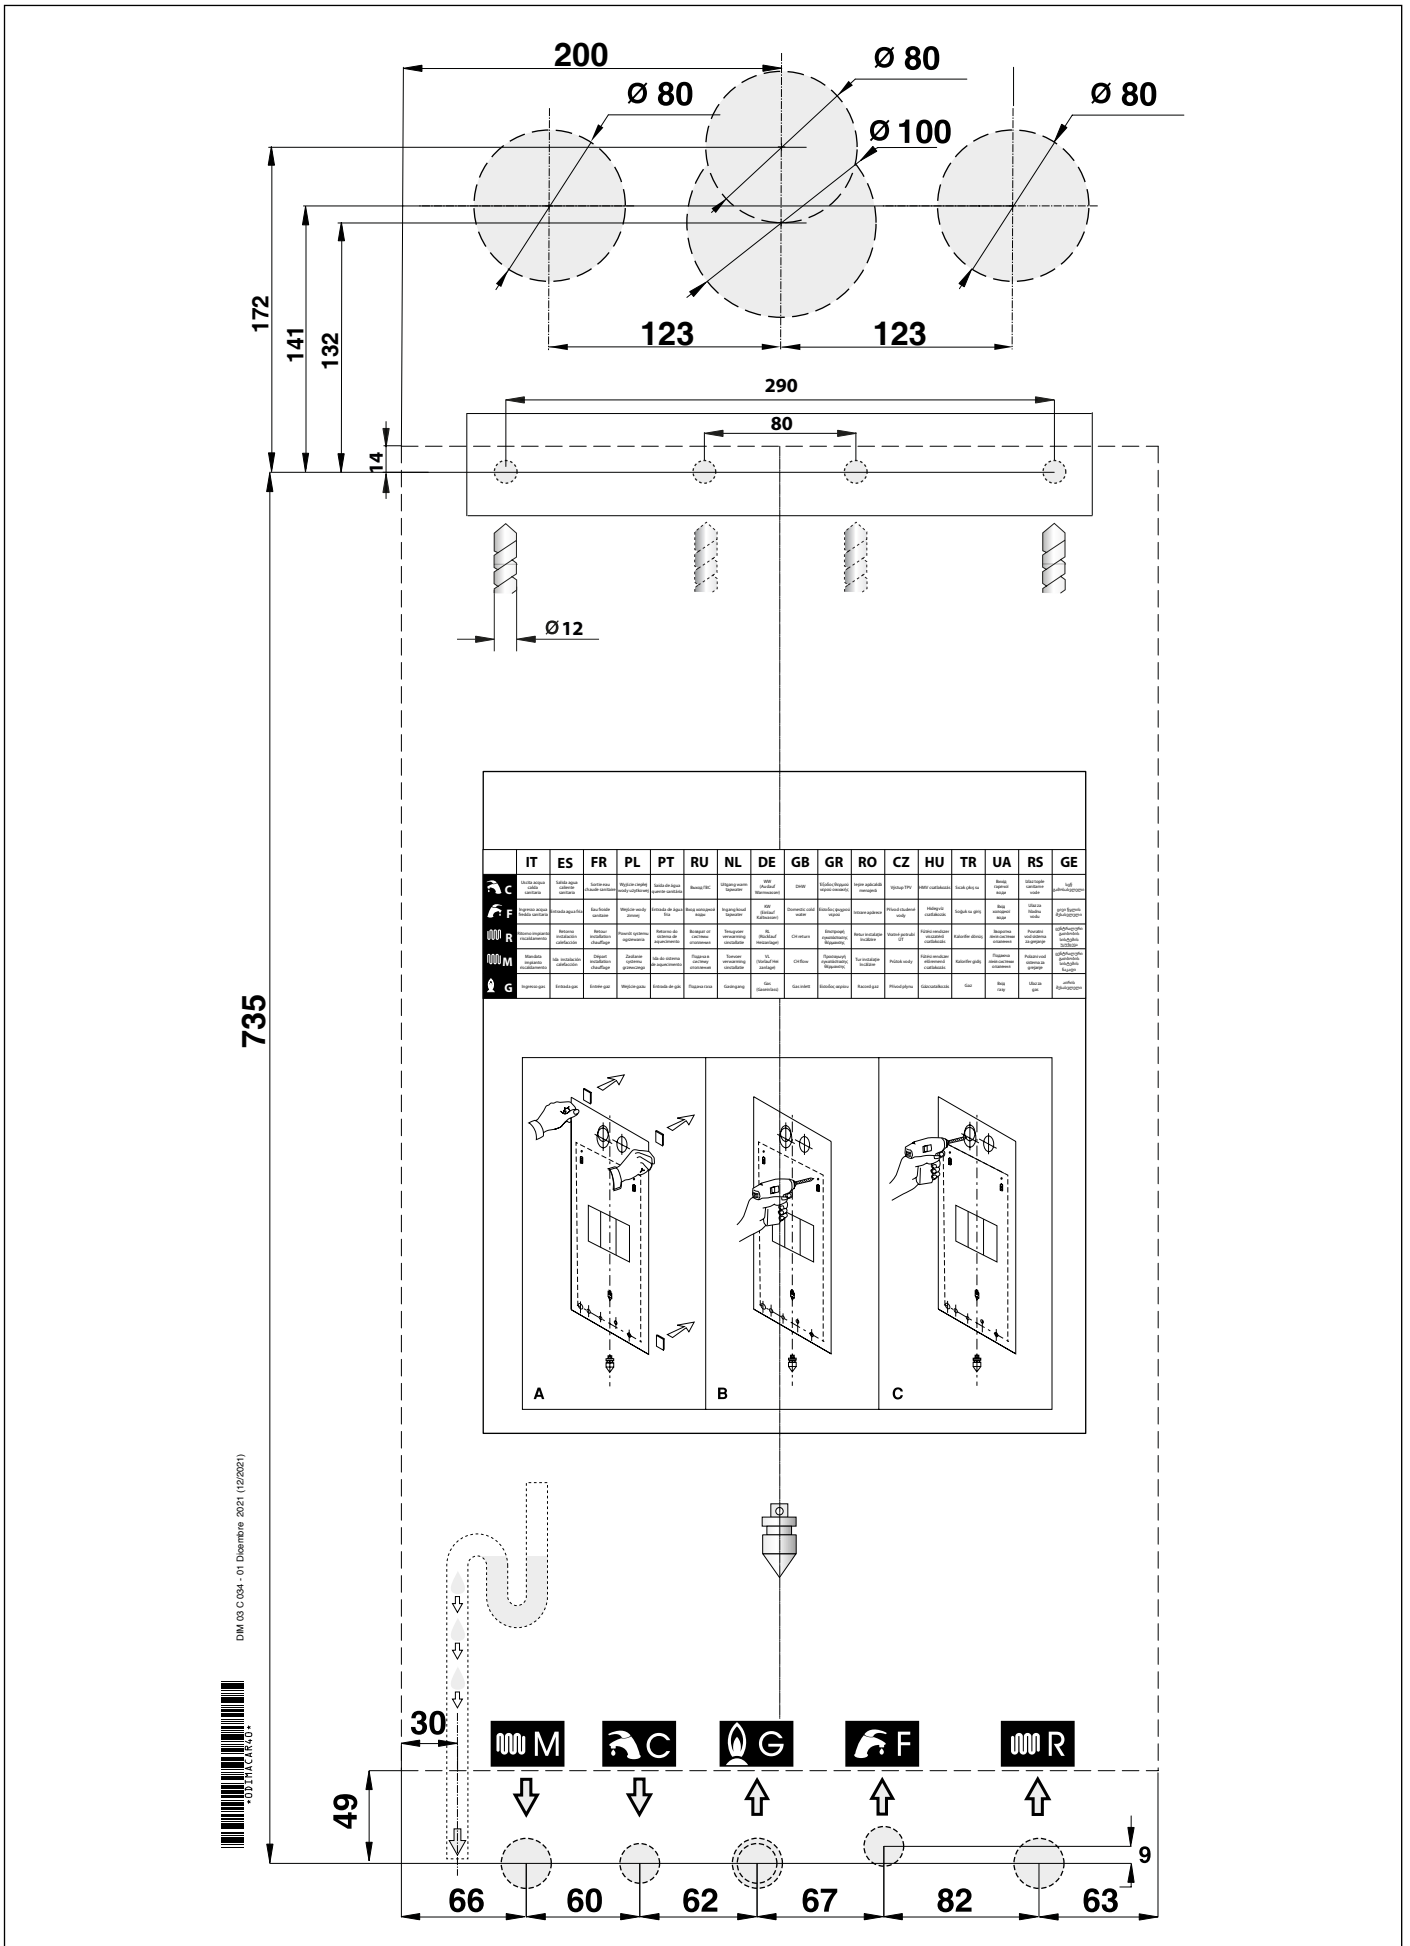

Fig. 5 Șablon de hârtie
- » Șablon de montare a centralei pe perete (vezi Fig. 5 Șablon de hârtie);
Fiecare echipament este însoțit de un șablon de hârtie inclus în ambalaj (vezi Fig. 5 Șablon de hârtie).